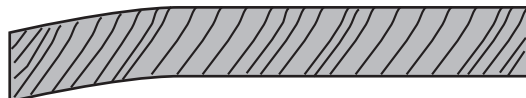

Fig. 15
**TO PLANE BOWED WOOD (Fig. 15)**